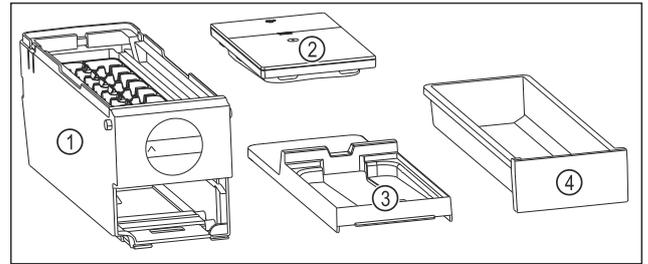

Fig. 80 Componentes del EasyTwist-Ice
- ▶ El EasyTwist-Ice está desmontado en cuatro piezas. (consulte Fig. 80)
- ▶ Desmontar el EasyTwist-Ice solo en los componentes mostrados. (consulte Fig. 80)
- ▶ Limpiar el cuerpo del EasyTwist-Ice Fig. 80 (1) en su totalidad.